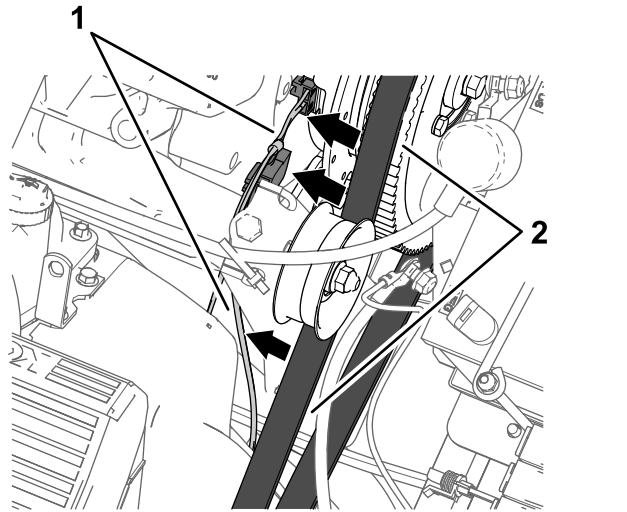

Figura 170
4. Encaminhe a secção de cablagem de 84 cm para o motor e bomba do pulverizador de forma a que fique afastada da correia do alternador (Figura 170).